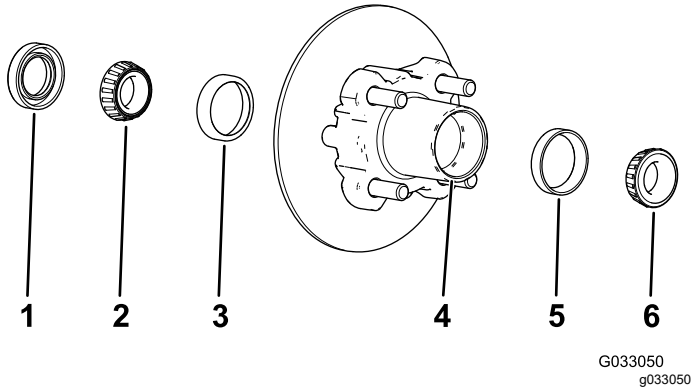

Figura 24
1. Retire el cojinete exterior del cubo (Figura 24).
2. Retire la junta y el cojinete interior del cubo (Figura 24).
5. Limpie el hueco del cubo para eliminar cualquier resto de grasa, suciedad y residuos (Figura 24).
7. Llene el hueco del cubo hasta un 50-80% de su capacidad con grasa del tipo especificado (Figura 24).
8. Monte el cojinete interior sobre el anillo en el lado interior del cubo e instale la junta (Figura 24).